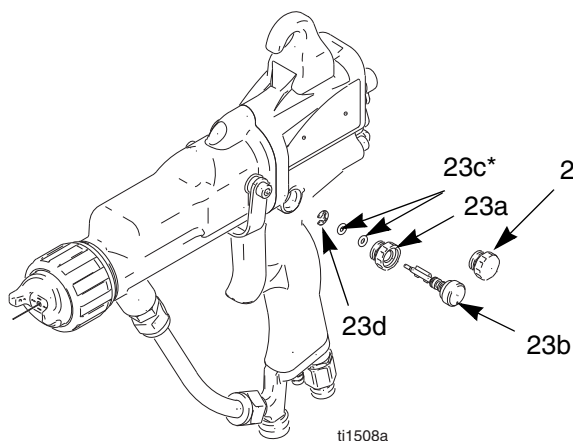

ABB. 22. Zerstäuberluft-Drosselventil
2. Das Zerstäuberluft-Drosselventil (23) ganz öffnen. Den O-Ring (23c*) überprüfen. Bei Bedarf austauschen. Siehe ABB. 22.
3. Ein neues Zerstäuberluft-Drosselventil (23) einbauen oder das vorhandene Ventil auseinanderbauen und die Teile einzeln austauschen. Der Ventilvorsprung muss so ausgerichtet sein, dass ein Abstand zum Schaft des Luftventils (21) vorhanden ist.
- Wenn das Zerstäuberluft-Drosselventil nicht benötigt wird, muss stattdessen der mitgelieferte Stopfen (2) eingebaut werden.